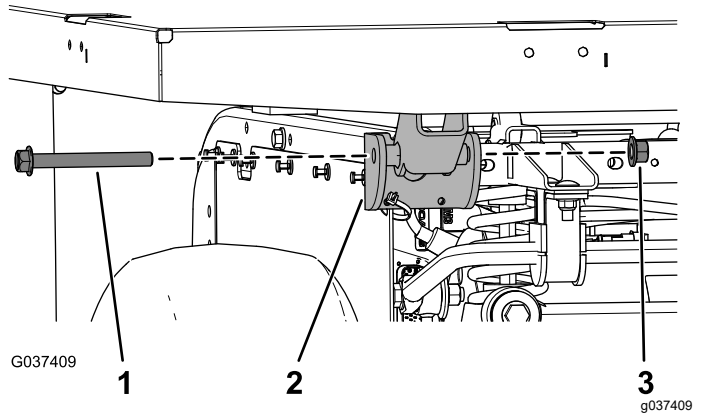

Bild 8
- 6. Schieben Sie die beiden Bundkopfschrauben (1/2" x 4 1/2") durch die Schwenkhalterungen und sichern Sie diese mit den beiden Sicherungsmuttern (1/2"), wie in **Bild 8** dargestellt.